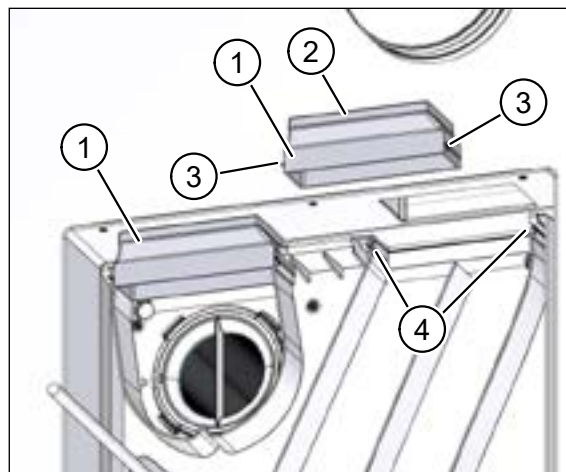
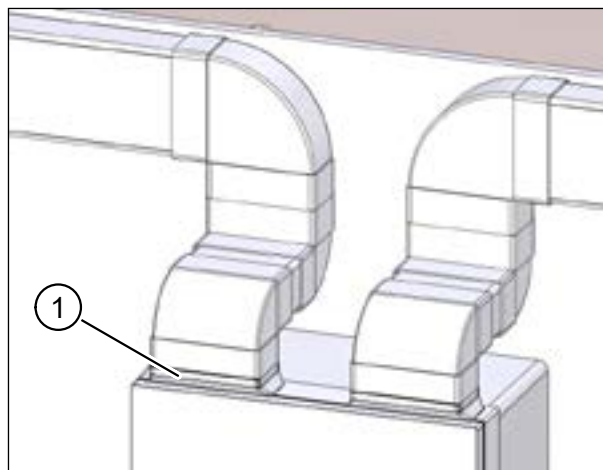

Рис. 46: вставить каналный адаптер
Рис. 53: соединить плоские каналы с вентиляционной установкой
- ▶ Достаньте оба адаптера из набора переходников U² (поз. 1 на рис. 46).
- ▶ Убедитесь в том, чтобы уплотнители (поз. 2 на рис. 46) в верхней части адаптера были правильно расположены.
- ▶ Вставьте оба адаптера так, чтобы выступы (поз. 3 на рис. 46) совпали с пазами (поз. 4 на рис. 46).
- Вставьте адаптеры (поз. 1 на рис. 53) в вентустановку (см. описание и рис. 46 в разделе 11.6.4 на стр. 39).